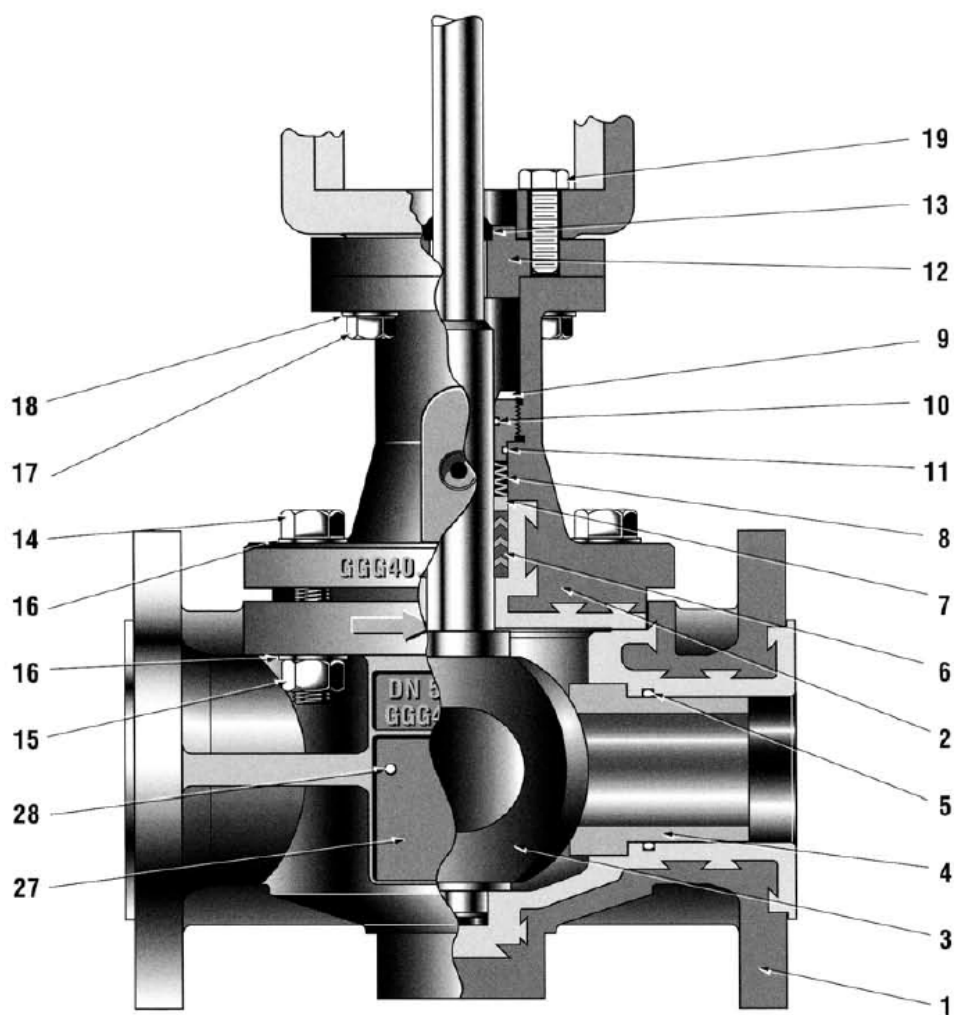

Рисунок 1
1. Снимите заднюю и переднюю крышки (118 и 121) привода, ослабив винты (119). При необходимости отверните маховик (141), сняв предварительно кольцо Tгагс (138) и шайбу (139).
3. Снимите индикатор (154), фиксатор оси вилки (122) и ось вилки (124), ослабьте винт рычага (137).
4. Сбросьте давление в корпусе пружины. Если клапан не снабжен позиционером, выверните винт (127) и снимите крышку вала (126).
5. Выверните винты траверсы (19) (рисунок 1) и снимите узел привода в сборе и рычаг (135).
3. Закрепите траверсу на корпусе клапана винтами (19) (рисунок 1).